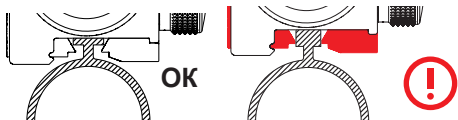

Рис. 2 Установка прицела
- 3 Поместите прицел на ствольную планку. Прижмите прицел к ствольной планке (см. Рис. 2) и затяните **ВИНТЫ** на **РЕГУЛИРУЕМОМ ОСНОВАНИИ** до полной затяжки (это будет соответствовать моменту затяжки около 1 Нм). Используйте два **ВИНТА** для выравнивания **ОСНОВАНИЯ** по отношению к корпусу прицела.